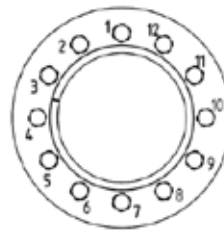

Abb. 5.10.5
- die Schrauben des Spannsatzes nacheinander (nicht über Kreuz!), s. Abb. 5.10.5, stufenweise und in mehreren Schritten (ungefähr 1/4 Drehung jeweils) mit Momentenschlüssel – bei einem um einen ungefähr 5% höheren Wert verglichen mit Tabelle 5.10.1 – anziehen, bis keine 1/4-Drehung jeweils mehr möglich ist;